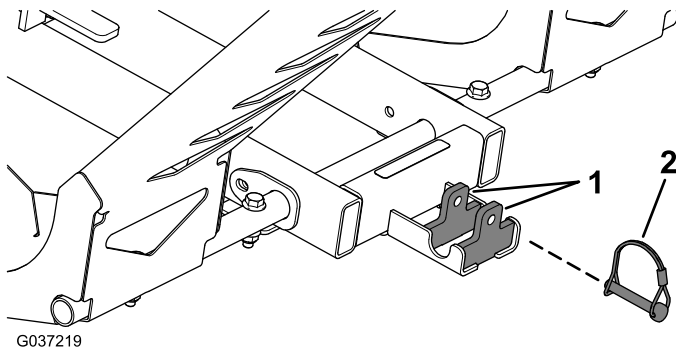

Figura 15
3. Alinee la pata de apoyo del esparcidor entre las pestañas de retención de la pata de apoyo del bastidor del soporte del esparcidor (Figura 15).
4. Sujete el esparcidor al bastidor del soporte del esparcidor con un pasador de seguridad (Figura 15).